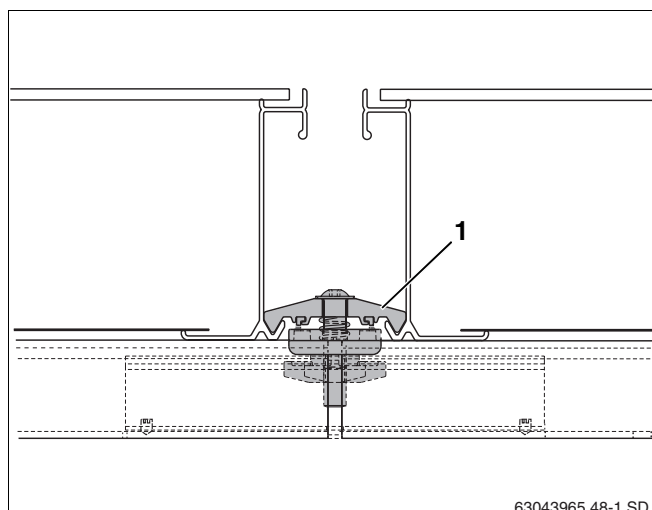

Fig. 51 Tensor do colector bilateral entre 2 colectores
O dispositivo fixador (fig. 51, **item 1**) agarra agora ao canto inferior do colector.